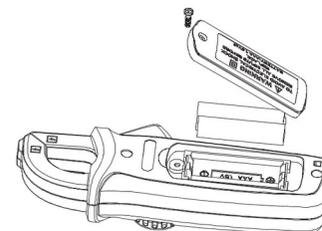

Figura 5
## 2. Reemplazo de baterías (Ver figura 5)
- Saque el tornillo de fijación de la tapa de baterías con un destornillador apropiado. Quite las baterías como muestra la figura 5.